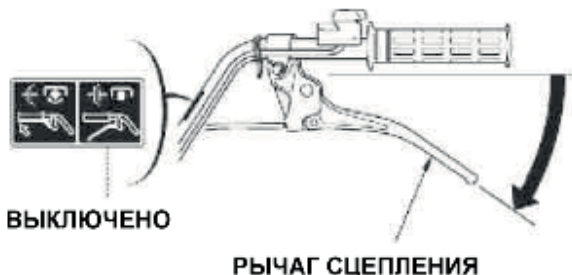

Рис. 13
1. Выключите сцепление, отпустив рычаг сцепления в положение «ВЫКЛЮЧЕНО» (Рис. 13).